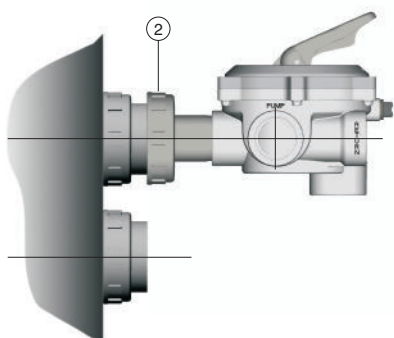

Fig. 2
2. Das Ventil mit der Mutter (2) auf den oberen Filteranschluss leicht aufschrauben, so dass das Ventil auf der Achse der Mutter verdreht werden kann, s. Abb. 2. Sicherstellen, dass der O-Ring (4) im Dichtungssitz anliegt, bevor die Mutter (2) festgezogen wird.
1. Roscar o colarinho (1) directamente na válvula seletora e na boca marcada com TOP colocando a junta plana de fundo (3) e intercalando a porca (2) de acordo com a figura (1). Apertar bem o colarinho (1) para garantir uma perfeita estanquidade.
2. Unir a válvula à saída superior do filtro, roscando suavemente a porca (2), de forma a que a válvula possa girar sobre o eixo de porca, de acordo com a fig. 2. Certifique-se de ter colocado a junta tórica (4) no seu lugar, antes de apertar a porca (2).